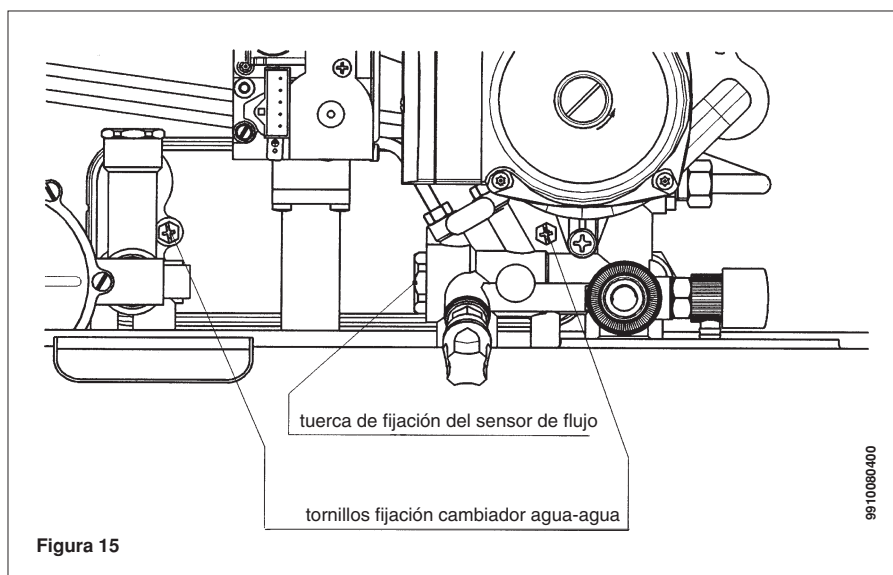

Figura 15
- remover los dos tornillos, visibles frontalmente, de fijación del cambiador agua-agua y extraerlo de su asiento (figura 15).
- Desenroscar la tuerca del grupo sensor de flujo (figura 15).